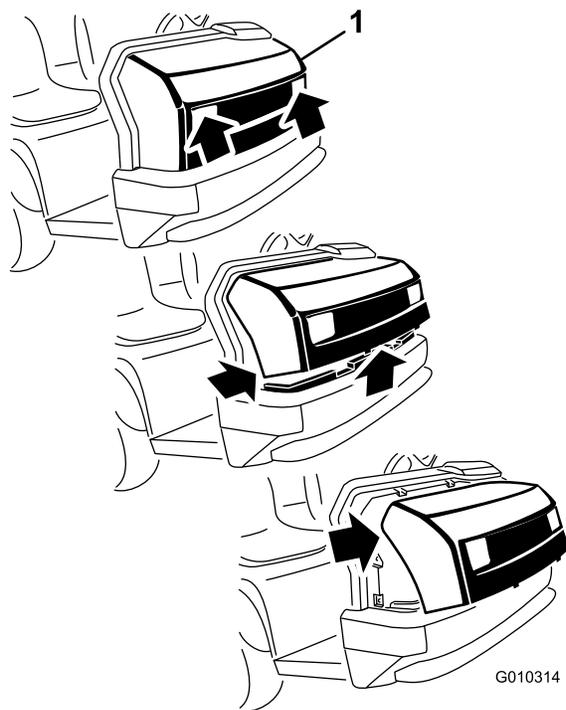

Figura 10
1. Segurando firmemente o capot pelas aberturas dos faróis, levante o capot para soltar as patilhas de montagem inferiores das ranhuras da estrutura (Figura 10).
2. Desloque a parte inferior do capot para cima até ser possível retirar as patilhas de montagem superiores das ranhuras da estrutura (Figura 10).
3. Desloque a parte superior do capot para a frente e desligue os conectores de fios dos faróis (Figura 10).